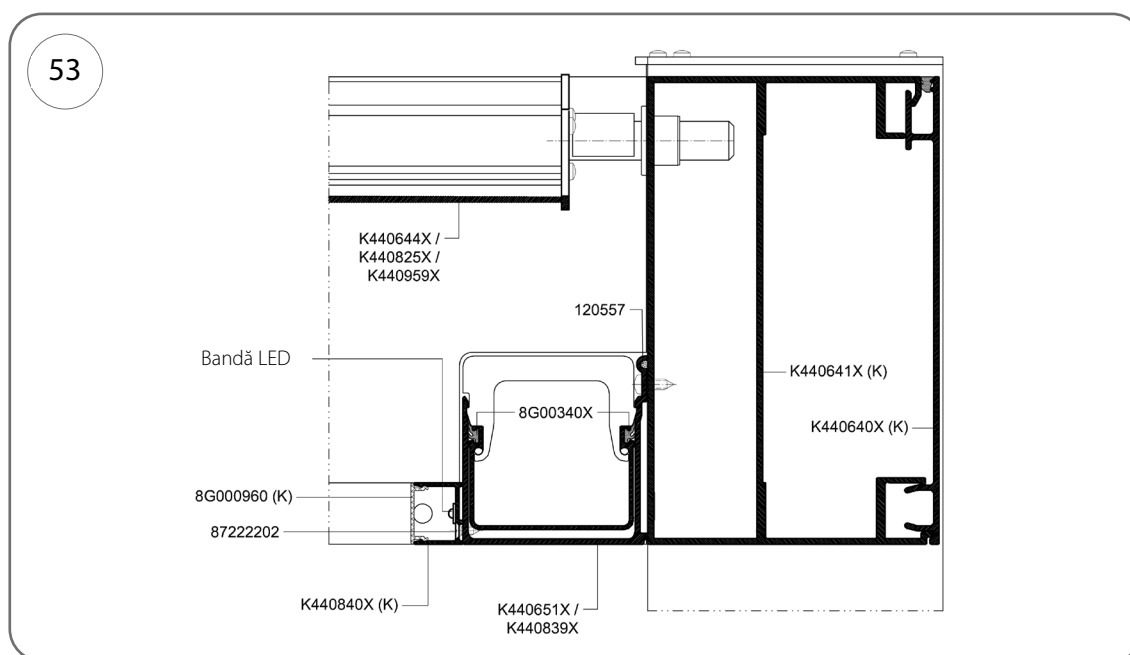
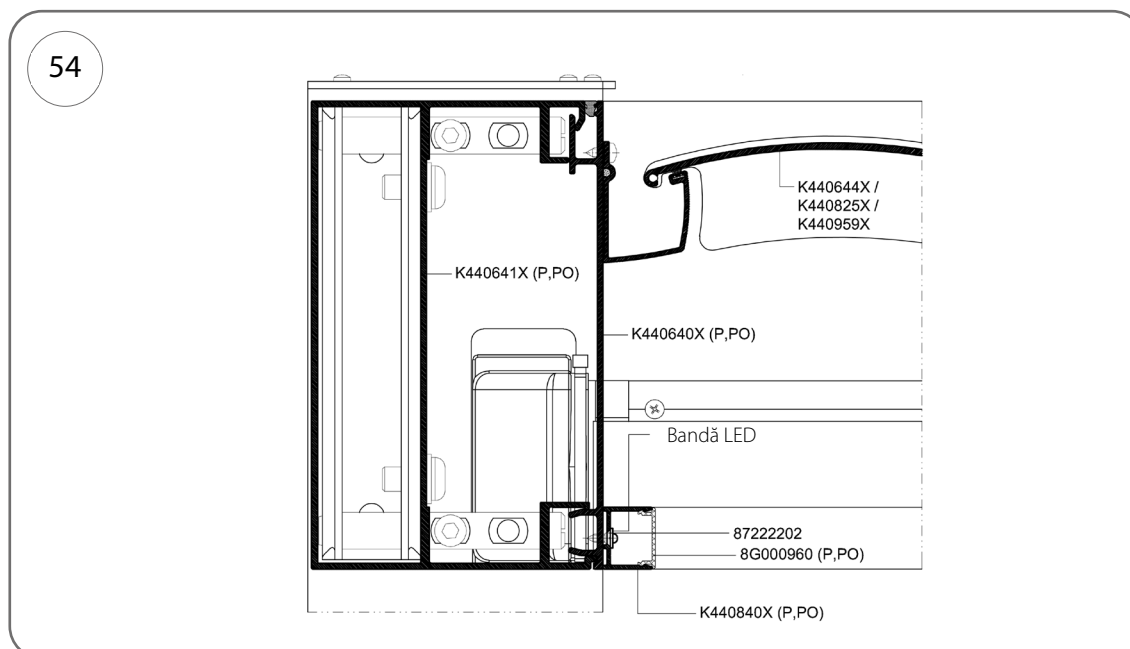

Fig. 53
Fig. 54
1. Înșurubați capacul de purlină (nr. cat. K440640X) (Fig. 53) și carcasa jgheabului (nr. cat. K440651X sau K440839X) (Fig. 54) la secțiunea profilului LED (nr. cat. K440840X) folosind șuruburi de o 3,5 x 9,5 mm (nr. cat. 87222202).